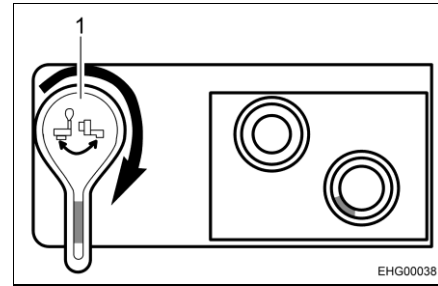

Bild 51 Avtappningsventil, öppen
- Öppna avtappningskranen. Vrid avtappningsventilens spak medurs med 90° (se Bild 51,1).